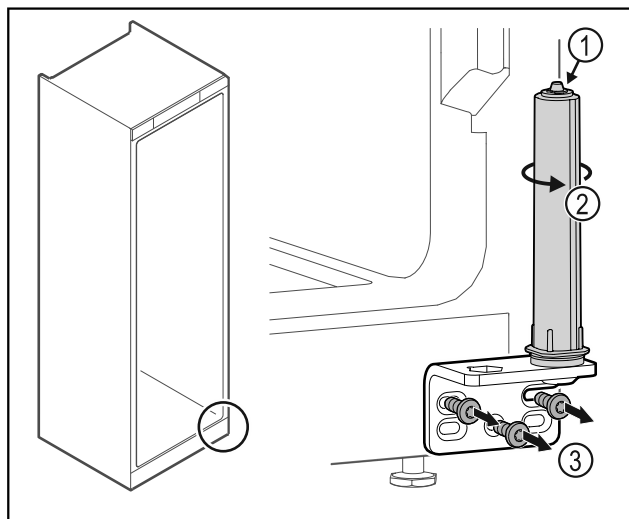

Fig. 32
► No desensamblar el sistema de cierre de la puerta Fig. 32 (1).
- Girar el sistema de cierre Fig. 32 (2) hasta que haga clic.
- Desatornillar la escuadra de bisagra Fig. 32 (3).